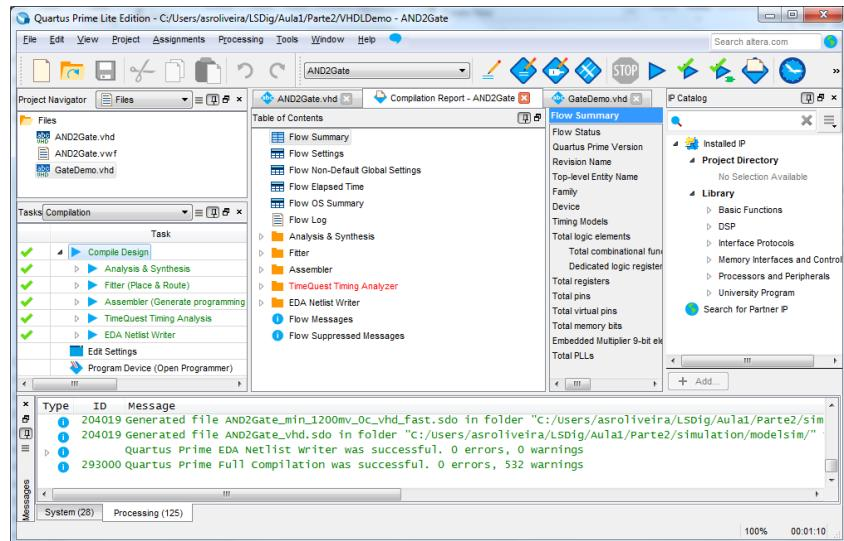

Figura 43 – “Quartus Prime” IDE após compilação (implementação) completa do projeto.
**14.** Efetue a síntese e implementação do projeto através do comando “*Compile Design*”. No final da compilação o IDE deve apresentar o aspeto da Figura 43.